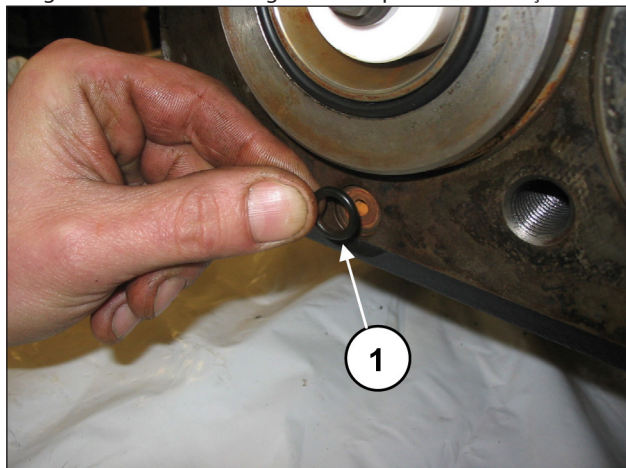

Fig. 171
Monte o O-ring do furo de recirculação (pos. ①, Fig. 171).